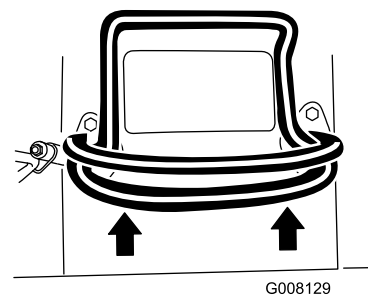

Figura 8
- Pentru deplasare înainte, deplasai maneta de traciune spre față (Figura 8).